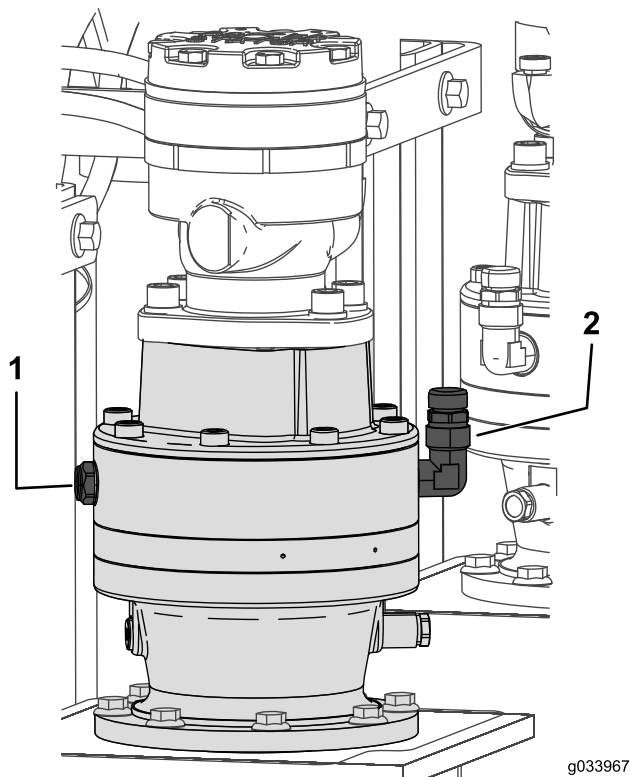

Bild 99
1. Prüfen Sie den Ölstand im Schauglas für jedes Planetengetriebe der Verankerung (Bild 99).
2. Nehmen Sie den Entlüfterdeckel ab und füllen Öl in das Planetengetriebe, bis der Ölstand mindestens die Hälfte des Schauglases bedeckt (Bild 99).